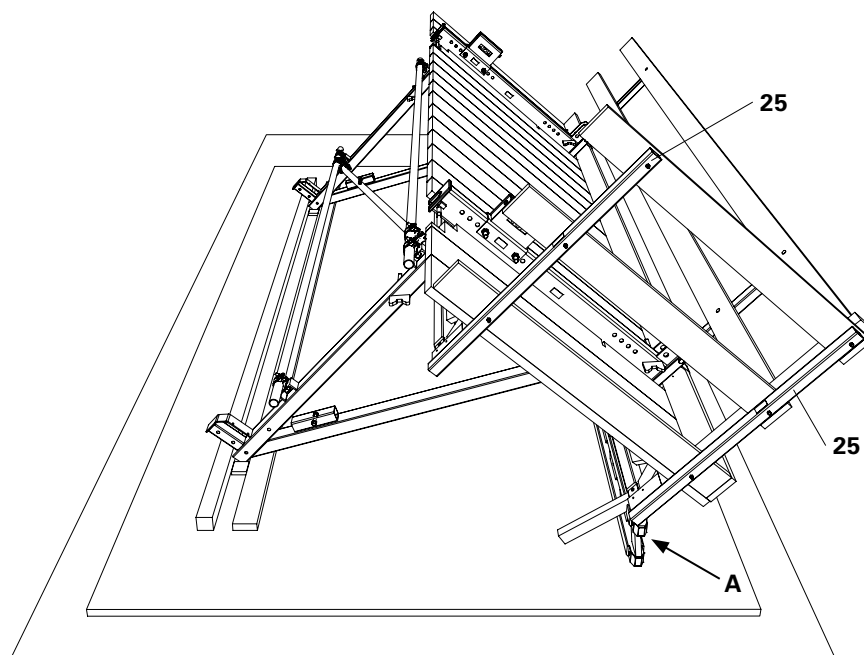

Fig. A2.01
1. Fissare il montante d'estremità CB (25) alle travi impalcato con 5 viti esagonali per legno DIN 571 6 x 80 (10) ciascuno.
2. Fissare le tavole parapetto e fermapiè con bulloni a testa tonda DIN 603 M6 x 100 MU (12). (Fig. A2.01 + A2.01a)